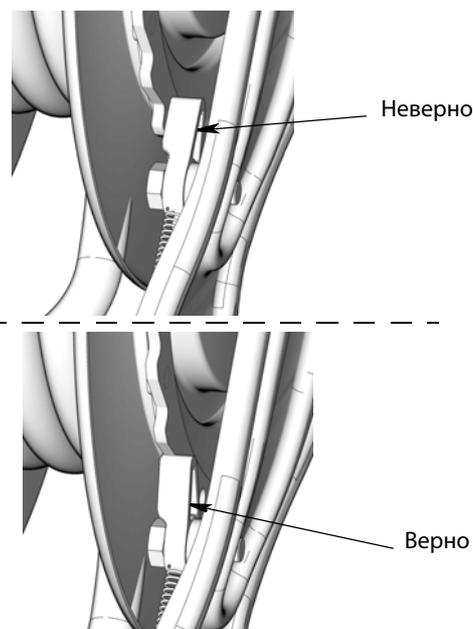

Рис. 4
*Удалите дополнительные 4 винта (101) и шайбы (102), предоставленные в монтажном комплекте плиты. Эти крепежные элементы обладают недостаточной прочностью, чтобы выдерживать массу барабана электропровода, провода и вспомогательных устройств. Их следует использовать только для монтажа установок с открытым каналом.
- Убедитесь, что предохранитель не заземлен (Рис. 4). (Также см. общие сведения по установке на стр. 8).
1. Только для монтажа на потолок. Расположите барабан электропровода так, чтобы основание барабана было направлено вверх. Убедитесь, что предохранитель не заземлен (Рис. 4, 9). (Также см. общие сведения по установке на стр. 8).
1. Убедитесь, что предохранитель не заземлен (Рис. 4, 9). (Также см. общие сведения по установке на стр. 8).